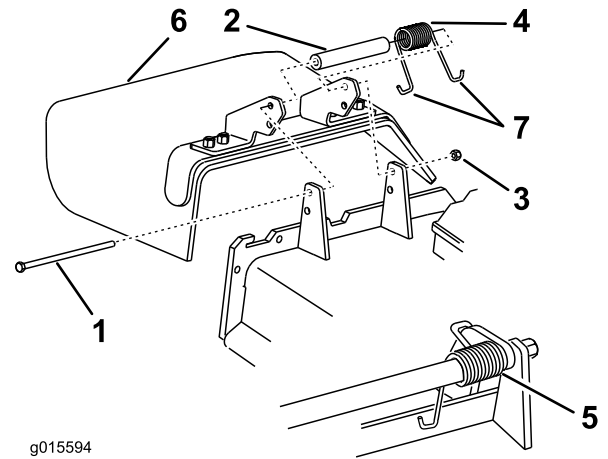

Figura 122
Nota: Asegúrese de colocar un extremo en J del muelle detrás del reborde de la carcasa antes de instalar el perno, como se muestra en la Figura 122.
6. Coloque un extremo en J del muelle alrededor del deflector de hierba (Figura 122).
1. Retire la contratuerca, el perno, el muelle y el espaciador que sujetan el deflector a los soportes de pivote (Figura 122).
2. Retire el deflector de hierba dañado o desgastado (Figura 122).